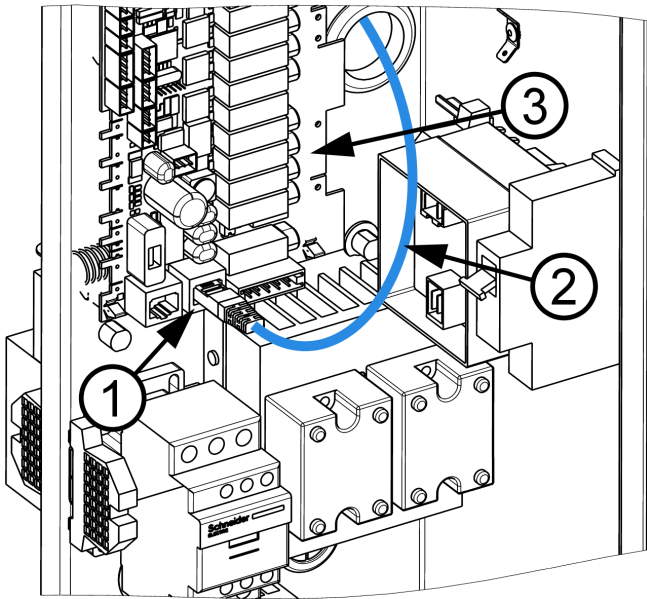

Abbildung 9: Verbindung des UTP-Kabels mit dem RJ-45-Anschluss
Verbinden Sie das Ende des UTP-Kabels (2) mit dem RJ-45-Anschluss (1), der mit X4 oder X5 auf der Relaisplatine (3) markiert ist (siehe Abb. 9).